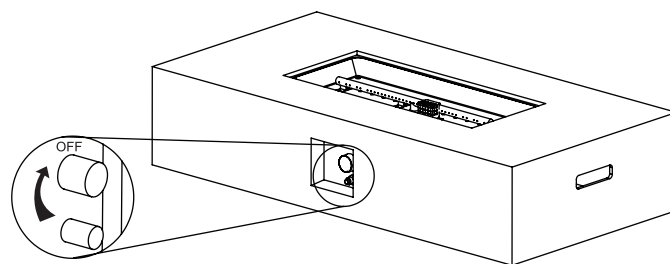

Figure 2
2. Sørg for, at gasregulatoren er i "OFF"-positionen, før du fortsætter (se Figure 2).